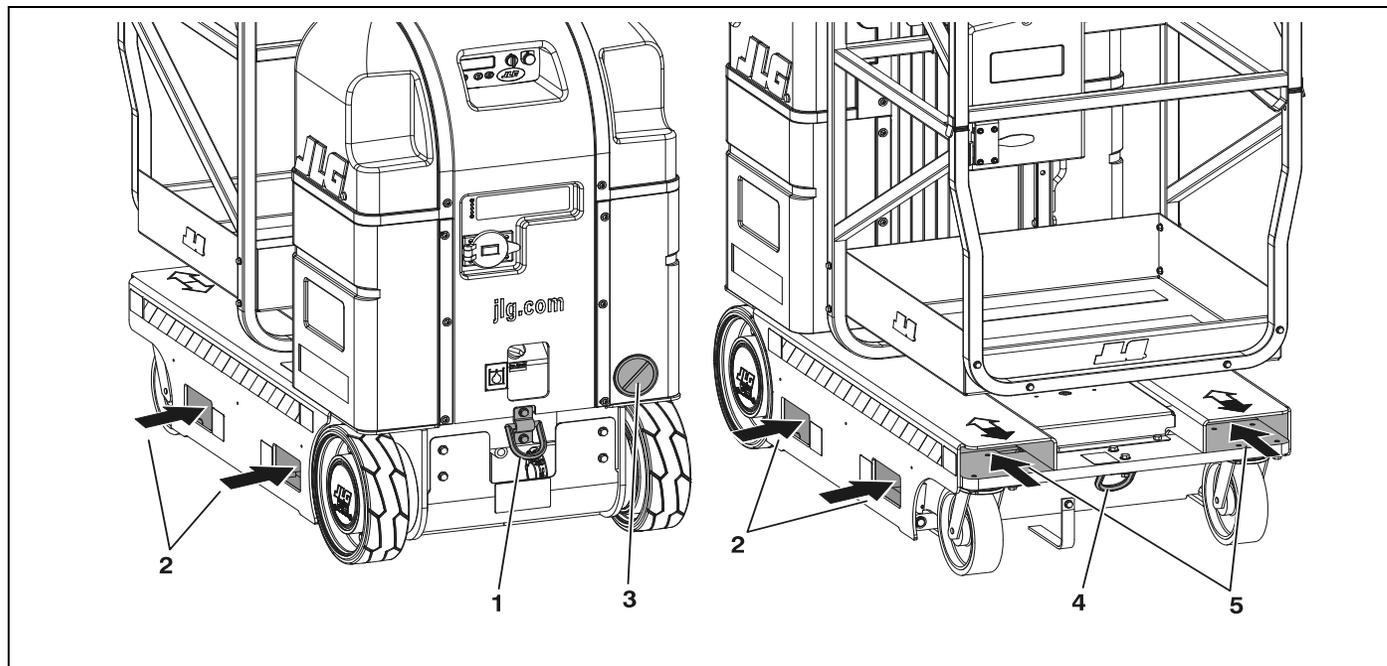

Figura 3-6. Ubicación de cavidades para horquilla de montacargas y argollas de amarre.
1. Fijar la máquina con una cadena de tamaño adecuado colocada a través de las argollas de amarre ubicadas en los lados delantero y trasero de la máquina. (Ver la Figura 3-6.)
todo el largo del bastidor de la base y también los costados de la base. (Ver la Figura 3-6.) Esto permite transportar la máquina en la zona de trabajo, o elevarla a un nivel más alto, usando un montacargas estándar.